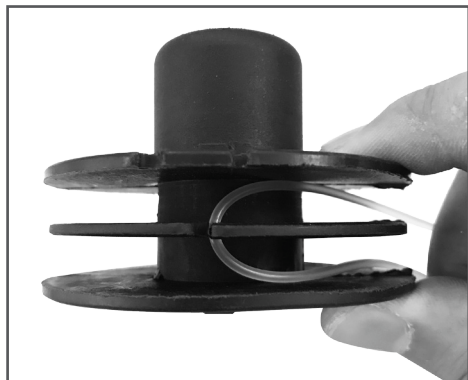

Рис. 15 Замена корда
3. Отрежьте 2,5-3 метра корда, сложите его вдвое и выровняйте концы. Середину корда вставьте в специальный паз в катушке (Рис. 15).